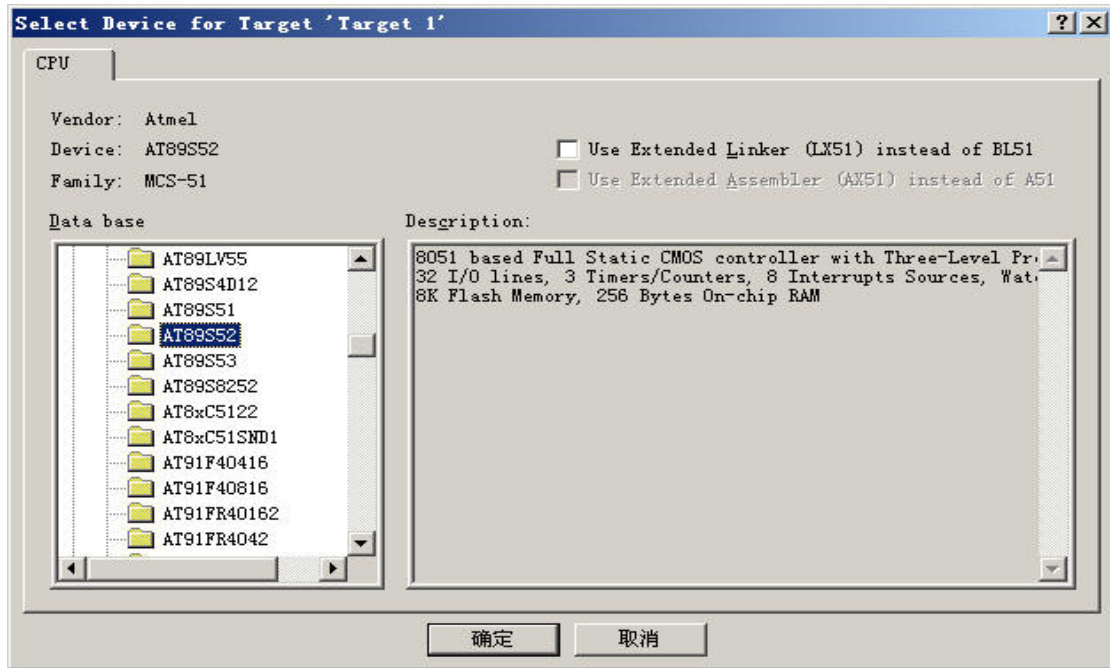

图 1-10 单片机型号选择窗口
2. 在文件名中输入如“HelloRoBot”，保存在你想保存的位置（如 D:\中级机器人制作与编程\程序\Chapter 1），可不用加后缀名，点击“保存”，后会出现图 1-10 所示的窗口。